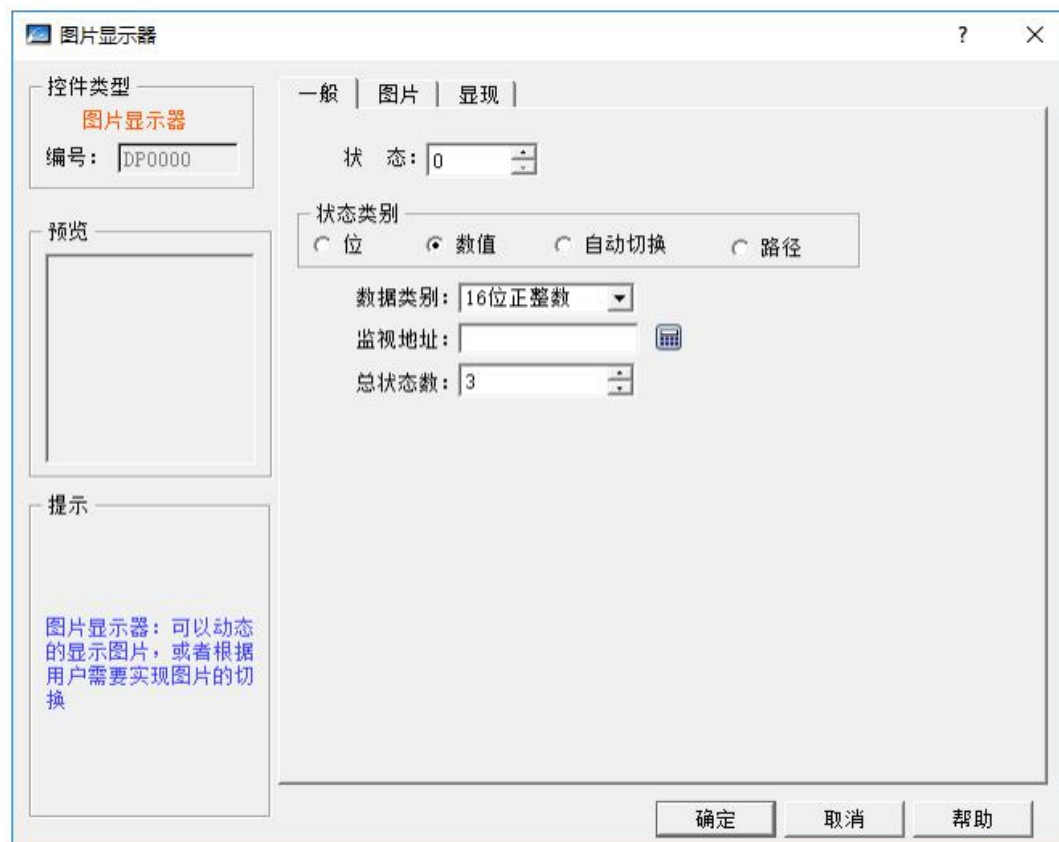

图 4-110 图片显示器对话框
- 点击工具栏上的图片显示器图标，弹出如图 4-110 所示对话框：